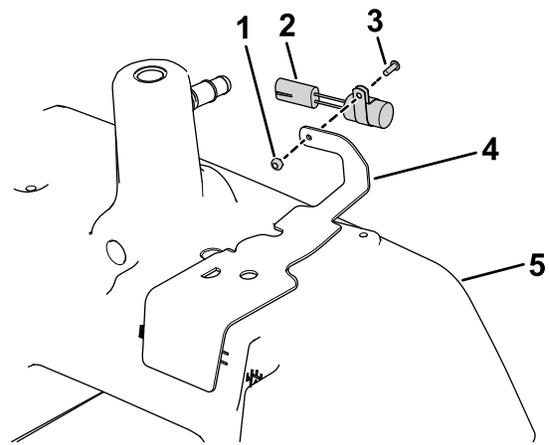

Bild 5
- Befestigen Sie den Verzögerungszeitgeber mit der Schraube (5/8") und Sicherungsmutter an der Ölstandabdeckung (nur Dieselmodell), siehe Bild 5.
- Setzen Sie die Ölstandabdeckung auf, befestigen sie jedoch noch nicht am Haupthydraulikbehälter (Bild 5).
9. Befestigen Sie die Ölstandabdeckung und das Stromspulenventil mit zwei Sechskantschrauben und dem Scheibenbügel am Haupthydraulikbehälter (Bild 5).